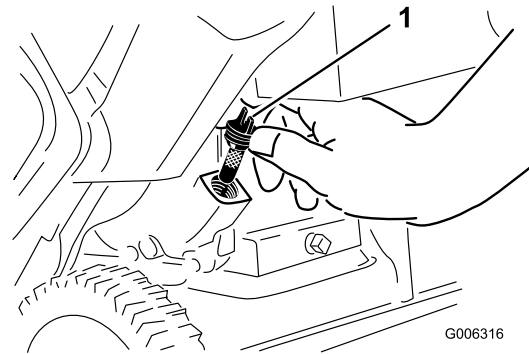

Figure 21
7. Dévissez et sortez la jauge (Figure 21).